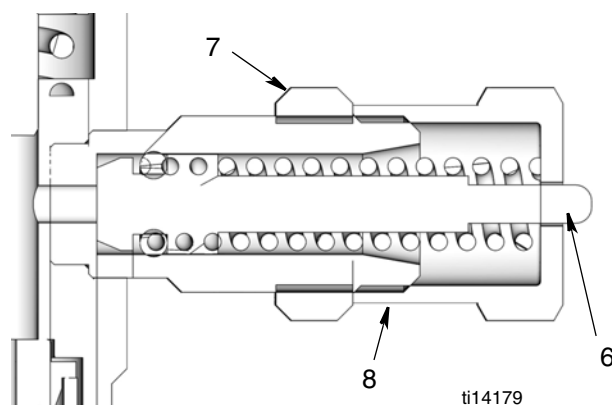

FIG. 1
I numeri di riferimento si riferiscono alle parti (FIG. 1 e pagina 3).
Per prevenire guasti ai componenti, il dado di regolazione (8) non deve essere esteso oltre la posizione completamente retracts del pistone (6). Vedere FIG. 1.